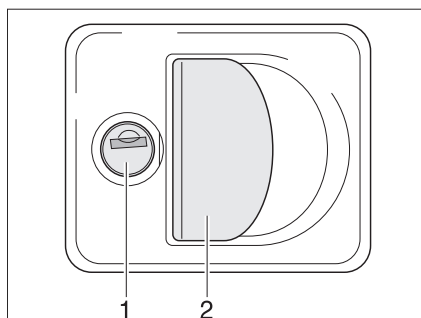

Fig. 28 Cerradura de la trampa con tirador concha
- Introducir la llave en el cilindro de cierre (Fig. 28,1) y girarla un cuarto de vuelta. Se desbloqueó la cerradura de la trampa.
- Tirar del asideros de la cerradura (Fig. 28,2). La trampa exterior está abierta.